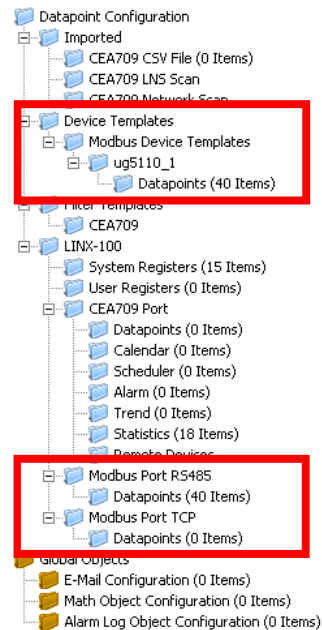

Abbildung 148: Datenpunktmanager mit der Modbus-Verzeichnisstruktur
Der Configurator besitzt ein Grundkonzept, um Datenpunkte zu verwalten. Der Datenpunktmanager, siehe Abbildung 148, wird gebraucht, um Datenpunkte auszuwählen, sie zu erzeugen, editieren und löschen. Die Anzeige wird in drei Abschnitte aufgeteilt:
- Die Verzeichnisstruktur (Abbildung 148),